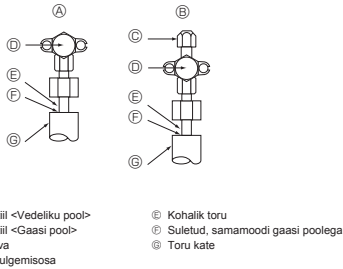

Fig. 5-4
5.4. Külmaaine toru õhutiheduse testimismeetod (Fig. 5-4)